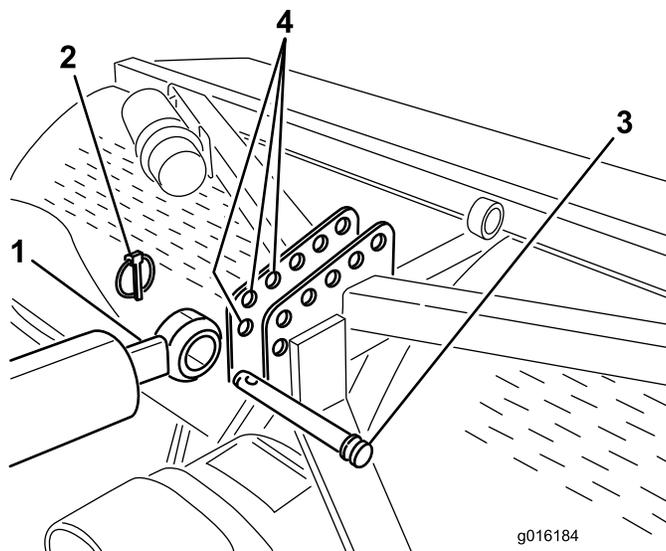
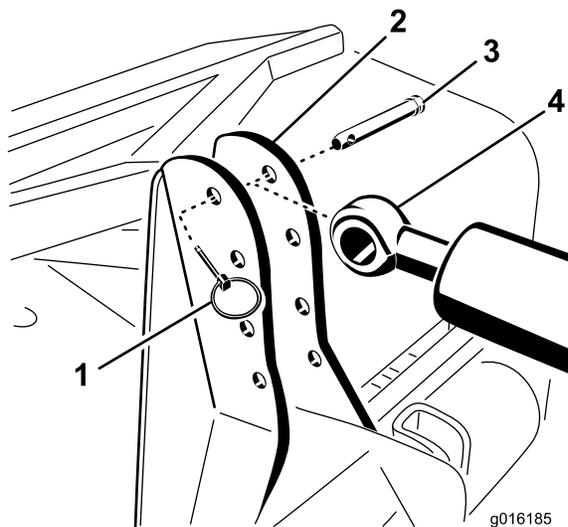
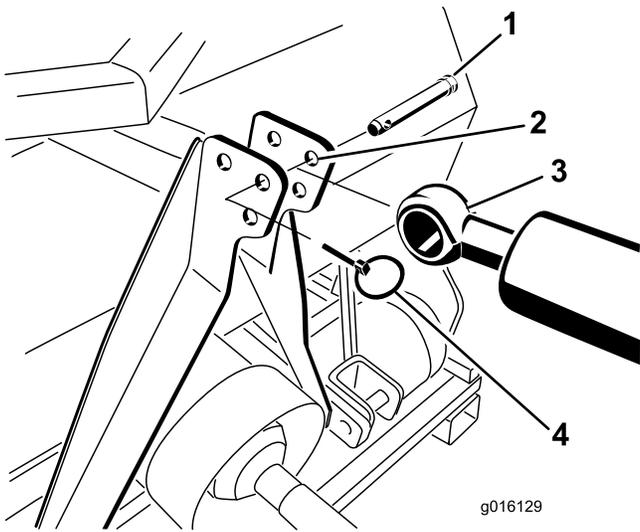

图6
图7
图8
- 使用连杆销和保险销将液压顶部连杆的杆端固定至打孔机支架上最靠前的孔(图6、图7或图8)。